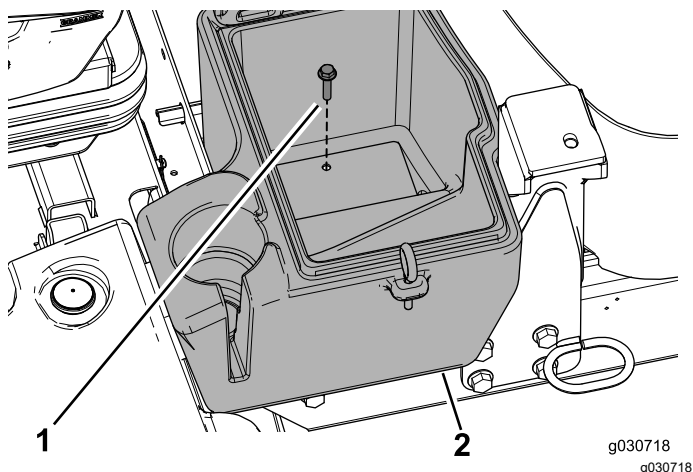

Figura 22
4. Aperte o parafuso ($\frac{5}{16}$ pol. x $1\frac{1}{2}$ pol.) para prender o compartimento de armazenamento à máquina (Figura 22).